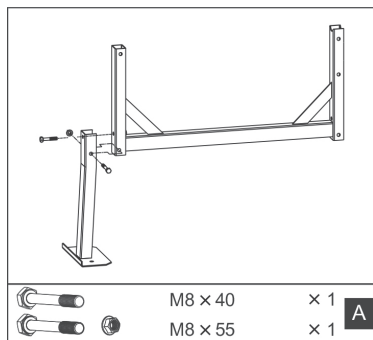

Abb.4
1. Montieren Sie den Standfuß an den Trommelrahmen. Verwenden Sie das Zubehör mit der Markierung (A), Abb.4.